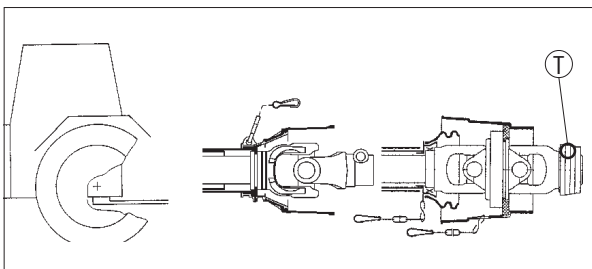
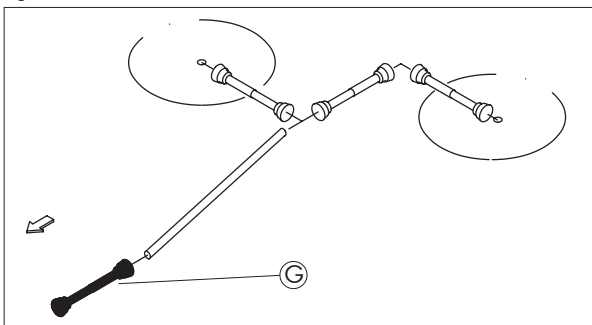

Fig. 3-23
Fig. 3-24
L'articulation à grand angle de l'arbre à cardan à grand angle unilatéral (G) doit être monté côté andaineur. Il n'y a qu'une seule position dans laquelle la chape peut être arrêtée sur l'arbre intermédiaire à l'aide du goujon (T) (fig. 3-23 et fig. 3-24).